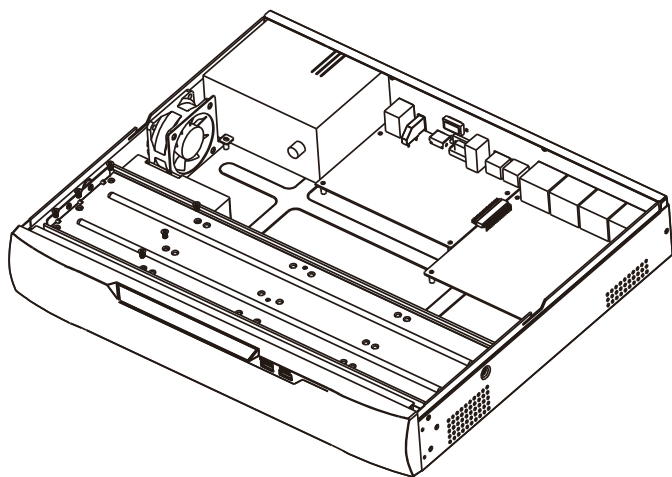
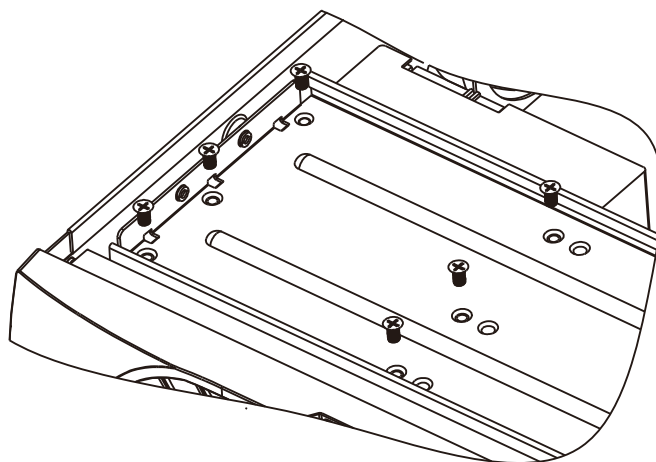

Рисунок 5
Рисунок 6
1) Открутите винты крепления крышки видеорегистратора на задней части корпуса, затем снимите верхнюю крышку (рисунок 5). Поместите HDD под кронштейном и закрепите, используя винты (рисунок 6).